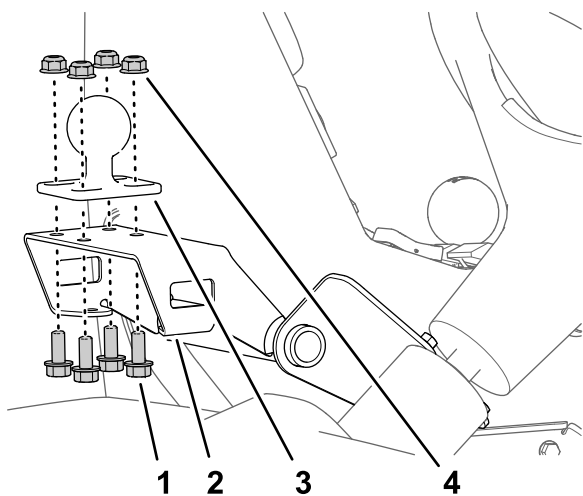

Рисунок 163
1. Установите шаровую опору на кронштейн крепления монитора (Рисунок 163) с помощью 4 болтов с фланцевыми головками (5/16 x 3/4 дюйма) и 4 фланцевых контргаек (5/16 дюйма).